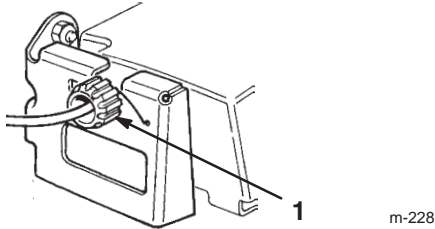

Bild 24
Stellen Sie, wenn Ihr Rasenmäher keinen Selbstantrieb hat oder dazu neigt, sich von selbst fortzubewegen, wenn sich der Schaltbügel in einem Abstand von **mehr** als 3,8 cm vom Griff entfernt befindet, das Radantriebs-Handrad hinten am Getriebe ein (Bild 24).
2. Drehen Sie das Handrad $\frac{1}{2}$ Umdrehungen im Uhrzeigersinn, wenn der Rasenmäher seinen Selbstantrieb verloren hat. Drehen Sie, wenn der Rasenmäher vorwärts kriecht, das Handrad $\frac{1}{2}$ Umdrehungen entgegen dem Uhrzeigersinn (Bild 24).